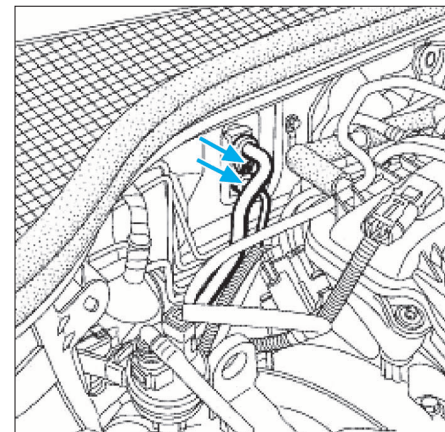

FIG. 11
- Déposer les deux canalisations de climatisation fixées sur la bride du tablier (Fig.11).